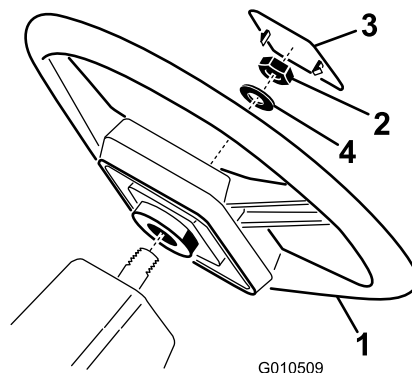

Figura 3
1. Retire la tuerca de la columna de dirección. Deslice el volante y la arandela sobre la columna de dirección (Figura 3).